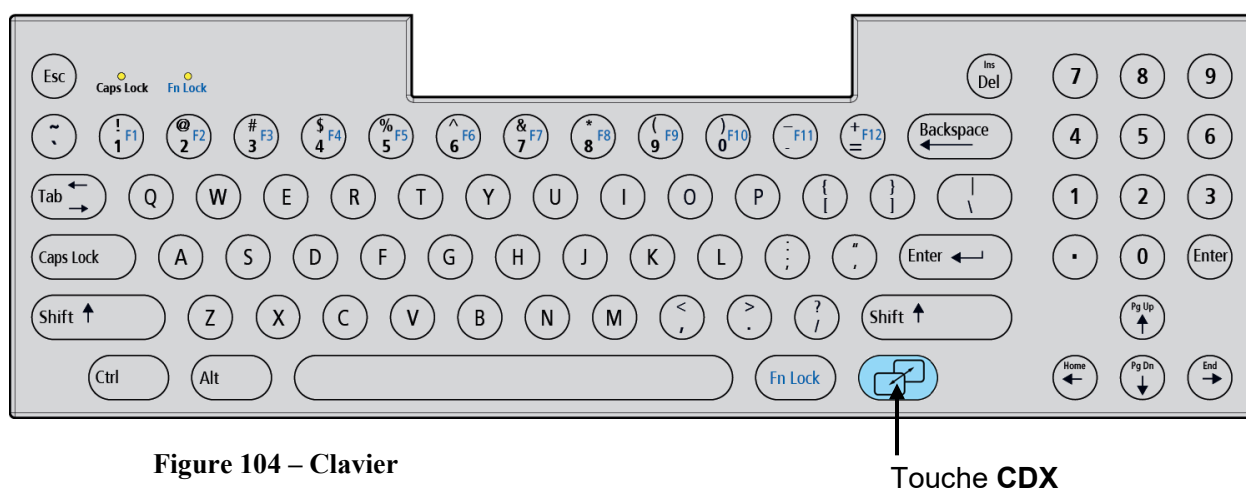

Figure 104 – Clavier
Le système CDX™ (système d'échanges de données cliniques) est un ordinateur indépendant intégré dans l'appareil d'hémodialyse 2008T. L'ordinateur CDX peut exécuter des programmes avec affichage à l'écran de l'appareil d'hémodialyse 2008T, avec accès par le clavier, l'écran tactile et le pavé tactile, comme tout ordinateur personnel (PC). Appuyer sur la touche **CDX** bleue (reportez-vous à la Figure 104 ci-dessous) permettra de changer l'affichage entre Dialyse/SLED et CDX.
1. Appuyez sur la touche **M/A** de l'appareil d'hémodialyse 2008T pour le démarrer. À l'écran « Sélectionner Programme », appuyez sur la touche **CDX** bleue au clavier (reportez-vous à la Figure 104). Le système CDX sera affiché.